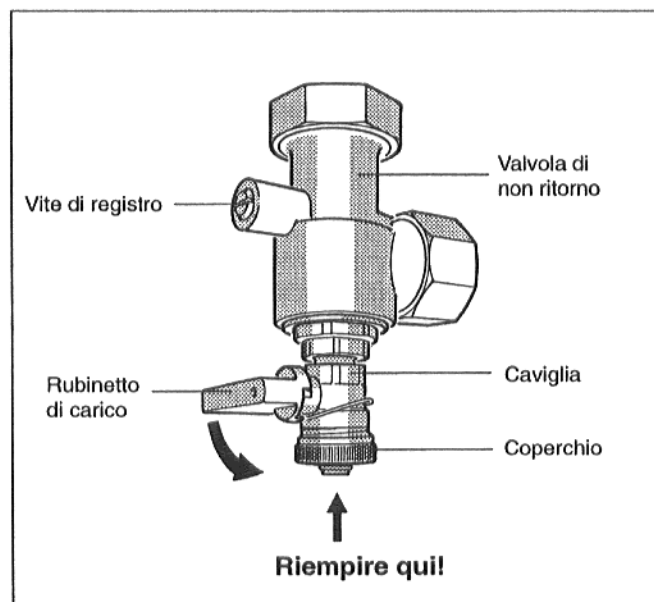

Fig. 11 Valvola di non ritorno con rubinetto di carico
- Portare in posizione verticale (sempre aperta) l'intaglio della vite di registro della valvola di non ritorno (Fig. 11).
- Svitare il coperchio del rubinetto di carico, avvitare il tubo di carico e portare in posizione verticale (apertura) la caviglia del rubinetto di carico (Fig. 11).
- Riempire lentamente l'impianto per **circa 1/2 minuto** attraverso il rubinetto di carico (Fig. 11).
- **Portare in posizione orizzontale (stato di esercizio) l'intaglio della vite di registro della valvola di non ritorno (Fig. 11).**
- Continuare a riempire l'impianto attraverso il rubinetto di carico (Fig. 11).